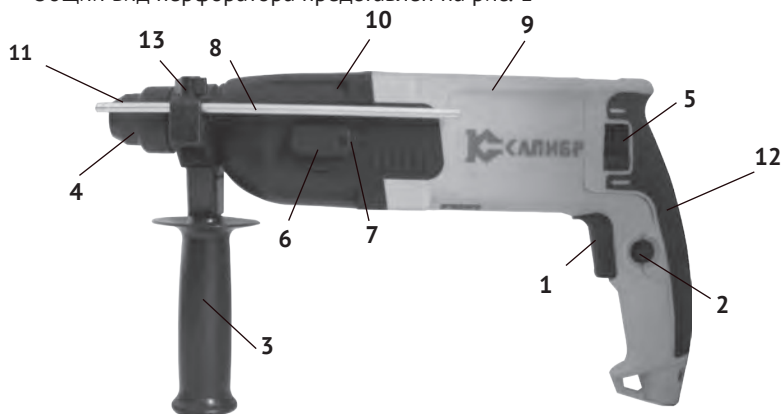

рис.1
1.3 Перфоратор состоит из горизонтально расположенного коллекторного двигателя в пластиковом корпусе (рис.1 поз.9), выполненном заодно с рукояткой. В крышке корпуса (рис.1 поз.12) расположен щёткодержатель в сборе. Рычагом переключателя реверса (рис.1 поз.5), меняя расположение щёток, направление вращения якоря меняется на противоположное. К корпусу двигателя крепится корпус редуктора (рис.1 поз.10), в котором расположен механизм, передающий вращательное и возвратно-поступательное движение на рабочий инструмент. Крутящий момент с якоря электродвигателя через шестерни, передаётся на ствол с патроном SDS – plus (рис.1 поз.4), расположенный соосно с двигателем. Тип ударного механизма перфоратора - электропневматический. Эксцентриковый подшипник преобразует вращательное движение якоря в возвратно-поступательное движение поршня. С поршня ударник передаёт энергию удара на ствол с
патроном SDS – plus. На корпусе редуктора слева расположен переключатель режимов (рис.1 поз.6) с фиксатором (рис.1 поз.7) в трёх режимах: «сверление» /«сверление с ударом» / «удар».
В зависимости от вида выполняемой работы, в патрон SDS – plus вставляется необходимая насадка (пика, долото, сверло) с соответствующим хвостовиком, или переходник SDS-plus/сверильный патрон для установки сверильного патрона, если необходимо работать в режиме «сверление». Дополнительная рукоятка (рис.1 поз.3) хомутом крепится на корпусе редуктора (рис.1 поз.10). Фиксируется рукоятка, закручиванием по часовой стрелке, в любом положении (от 0° до 360°), что удобно пользователю, как «правше», так и «левше».
В отверстие левой части суппорта рукоятки вставляется, при необходимости, стержень-ограничитель глубины сверления (рис.1 поз.8). Он фиксируется в выбранном положении винтом-барашком (рис.1 поз.13).
1.4 Клавиша выключателя (рис.1 поз.1) расположена в передней части рукоятки. Включение/отключение инструмента осуществляется нажатием на клавишу выключателя. Силой, приложенной к клавише, регулируется число оборотов и частота ударов перфоратора. Нажатием кнопки (рис.1 поз.2), клавиша фиксируется в рабочем положении с максимальным числом оборотов (максимальной частотой ударов). При повторном нажатии на клавишу, она и кнопка фиксации (со щелчком), возвращаются в исходное положение – выключено.
Общий вид перфоратора представлен на рис. 1
При замене рабочих насадок следите за тем, чтобы колпачок (рис.1 поз.11), защищающий патрон от попадания пыли, не был повреждён.
- ослабив винт-барашек (рис.1 поз.13), освободить отверстие в суппорте рукоятки для установки стержня (рис.1 поз.8);
- вставить стержень фиксации глубины сверления (рис.1 поз.8) в отверстие;
- фиксация клавиши в рабочем положении осуществляется нажатием на кнопку (рис.1 поз.2);
Нажав кнопку (рис.1 поз.7) в верхней части рукоятки (рис.1 поз.6), начните поворот к режиму с нужным условным знаком, приведённым ниже. Отпустите кнопку фиксатора. При достижении выбранного положения, рукоятка зафиксирована, а кнопка фиксации (со щелчком) вернётся в исходное положение.
- при работе в режиме сверление без удара, переключатель (рис.1 поз.6) установить в положение «сверло». При этом режиме перфоратор может работать с патроном SDS – plus, но, как правило, устанавливается ключевой патрон;
- при работе в режиме сверление с ударом, переключатель (рис.1 поз.6) в положении «сверло с молотком»;
- при работе в режиме долбление, переключатель (рис.1 поз.6) в положении «молоток».
В верхней части крышки двигателя (с обеих сторон) расположен рычаг переключения реверса (рис.1 поз.5). На крышке стрелками указано направление вращения. Реверс используется при заклинивании рабочего инструмента и при вывинчивании винтов или шурупов.
3.2 Для замены щёток необходимо открутить и снять крышку двигателя (рис.1 поз.12). Щётки следует заменять парой для обеспечения равной степени их давления на коллектор якоря.